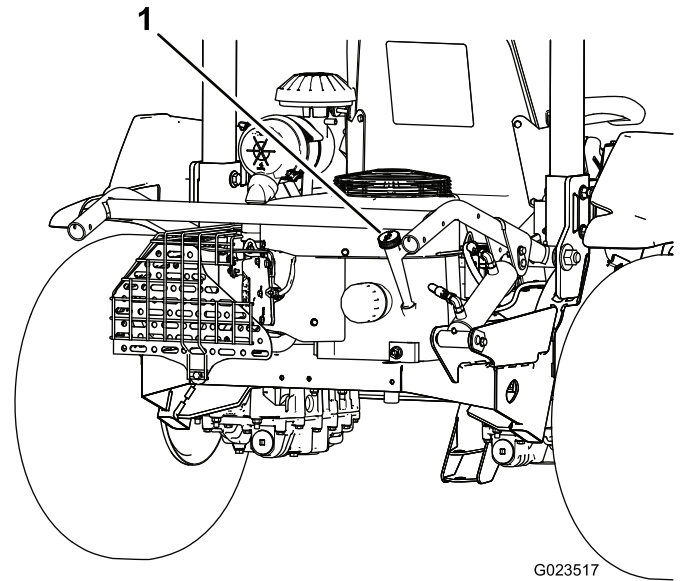
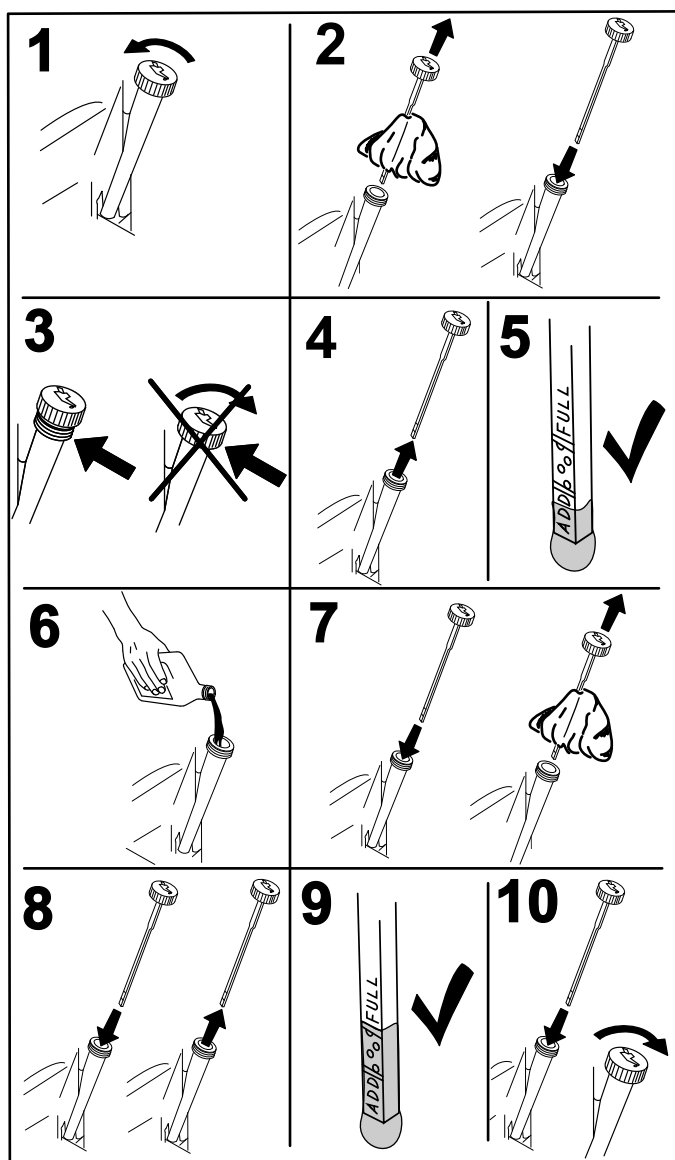

Figura 15
Figura 16
3. Togliete l'asta di livello (Figura 15) ed asciugatela con un panno pulito. Figura 16